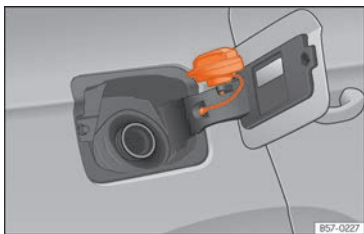

Abb. 204 Tankklappe mit aufgestecktem Tankverschluss.
- Platzieren Sie den Verschluss in der Ausparung, die sich im Scharnier der geöffneten Tankklappe befindet »» **Abb. 204**.